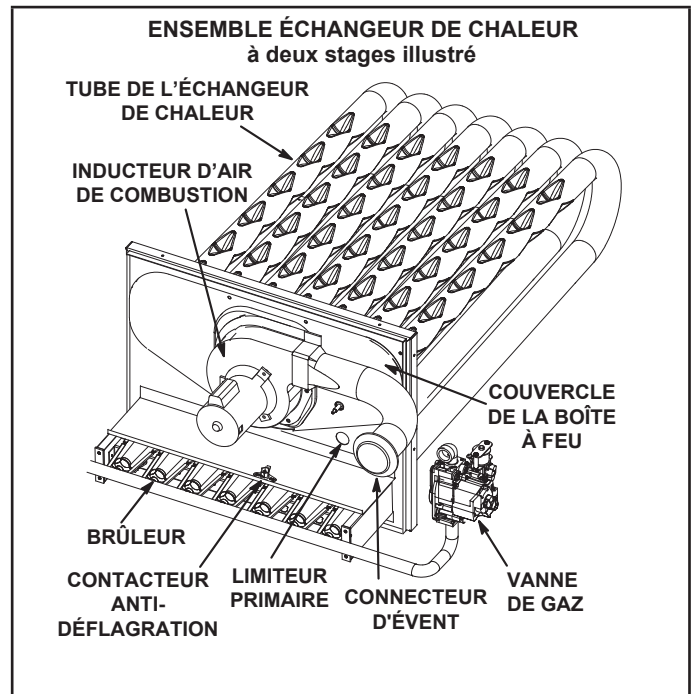

FIGURE 38
- 4 - Retirez et conservez les vis fixant l'inducteur d'air de combustion sur la boîte à feu. Retirez le connecteur d'évent. Reportez-vous à la FIGURE 38.
Les limiteurs sont réglés en usine et ne sont pas ajustables. Le limiteur primaire est situé à droite de l'inducteur d'air de combustion. Reportez-vous à la FIGURE 38.
Ce contact normalement fermé s'ouvre en cas d'augmentation de la température. Le limiteur de retour de flamme est réglé en usine et ne peut pas être réglé sur place. Reportez-vous à la FIGURE 38.
Les serpentins des condenseurs sont constitués de plaques simples ou doubles. Sur les unités à deux plaques, la saleté et les débris peuvent rester coincés entre les plaques. Pour nettoyer entre les plaques, écarter soigneusement les plaques du serpentin et lavez-les soigneusement. Reportez-vous à la FIGURE 38. Rincez les serpentins à l'eau après le nettoyage.